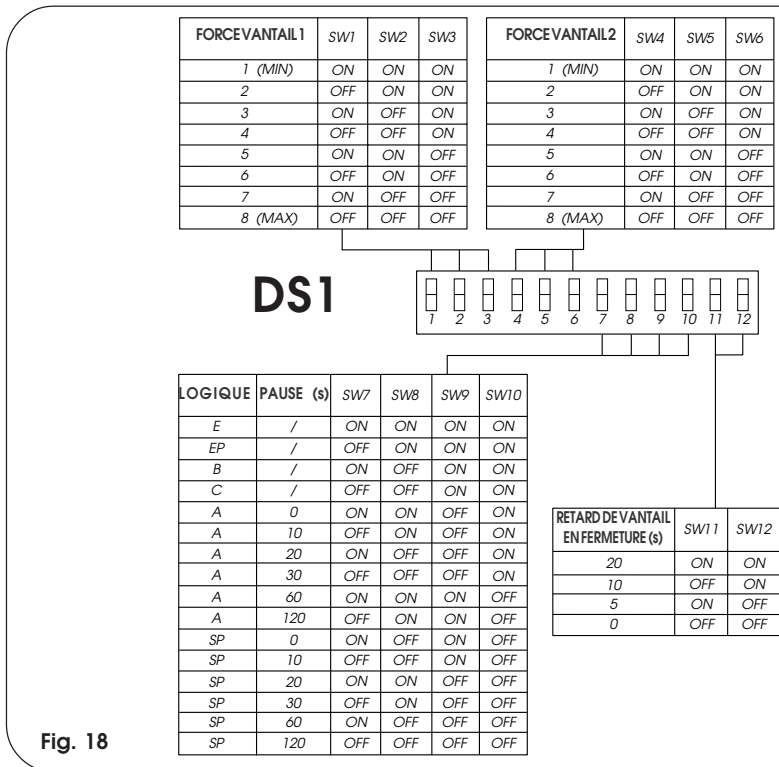
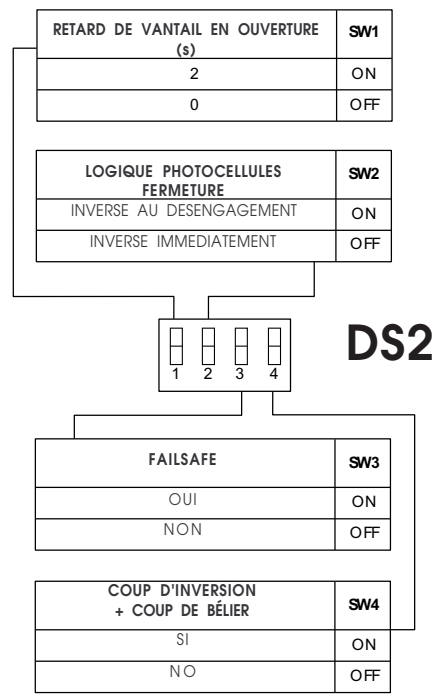

Fig. 18
Fig. 19
La platine est dotée de deux groupes de microinterrupteurs DS1 (fig. 18) et DS2 (fig.19) qui permettent de programmer les paramètres de fonctionnement du portail.
5.1. MICROINTERRUPTEURS DS1 (fig.18)
5.2. MICROINTERRUPTEURS DS2 (fig.19)